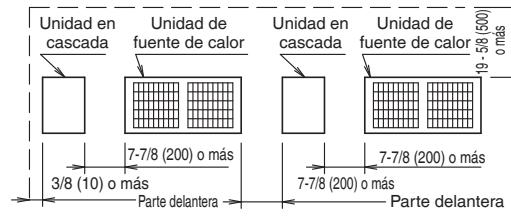

Fig. 4
- Si la altura de la pared supera lo indicado anteriormente, el espacio en los lados delantero y trasero debe ser mayor que el espacio requerido en la Fig. 3 más  $h_2/2$  y  $h_1/2$  en la Fig. 4, respectivamente.